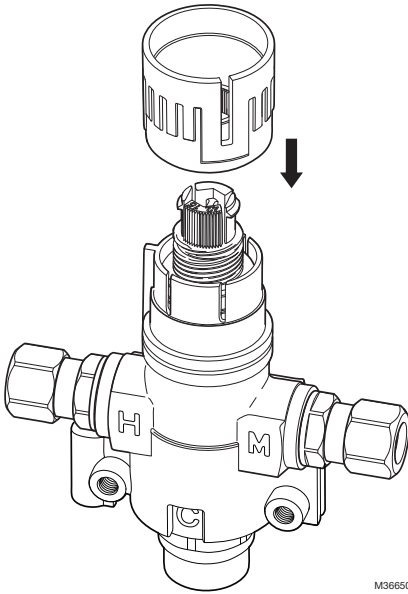

Fig. 4. Coloque la rueda de ajuste manual en el vástago de ajuste.
3. Use la perilla con la parte inferior hacia arriba para ajustar la temperatura de salida con un termómetro colocado bajo el grifo. Gire la perilla de ajuste manual hacia la derecha para una temperatura más fría y hacia la izquierda para una temperatura más caliente. Consulte las Fig. 4 y 5.